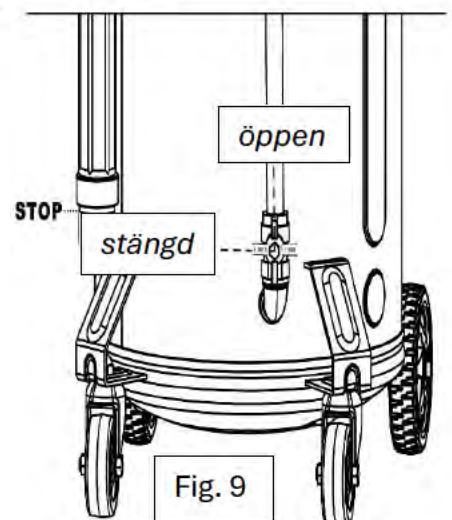

Fig. 9
3. Anslut luftkompressorn till luftintaget (1).
4. Öppna vingventil (5) för oljeutmatning.
5. Öppna gradvis minikulventilen (4) för att trycksätta tanken.
7. Stäng minikulventilen (4) omedelbart om trycket närmar sig denna gräns.
9. Töm kvarvarande olja ur oljeskålen när nivån når STOPP-markeringen (fig. 9).